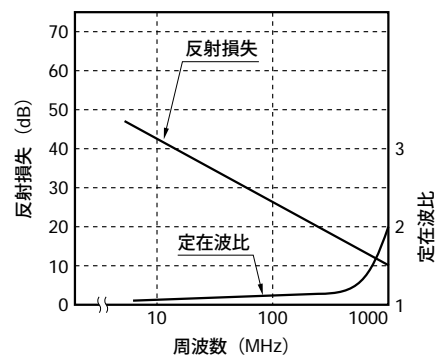

図3.9 高周波特性
高周波信号をリレーの接点で開閉する時の性能として、各種特性を示します。図3.9 (1) に測定回路の概要を、図3.9の(2)に分離損失、図3.9の(3)に挿入損失、図3.9(4)は反射損失を示します。
(1) 測定回路